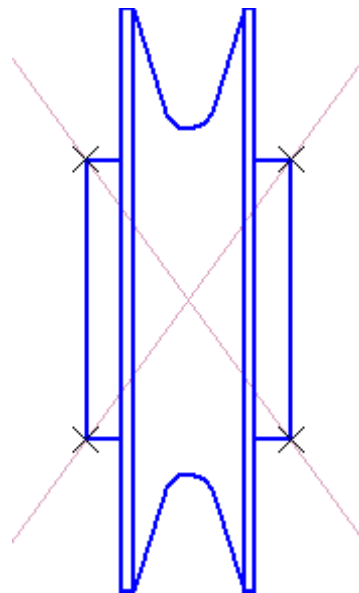

Рисунок 11.
- Постройте две диагональные линии — точка их пересечения будет искомой точкой (рис. 11).